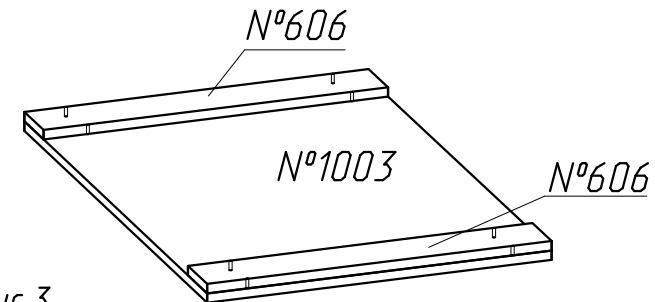

Рис.3
1. Приложить опору №606 к детали №1003. (рис.3)